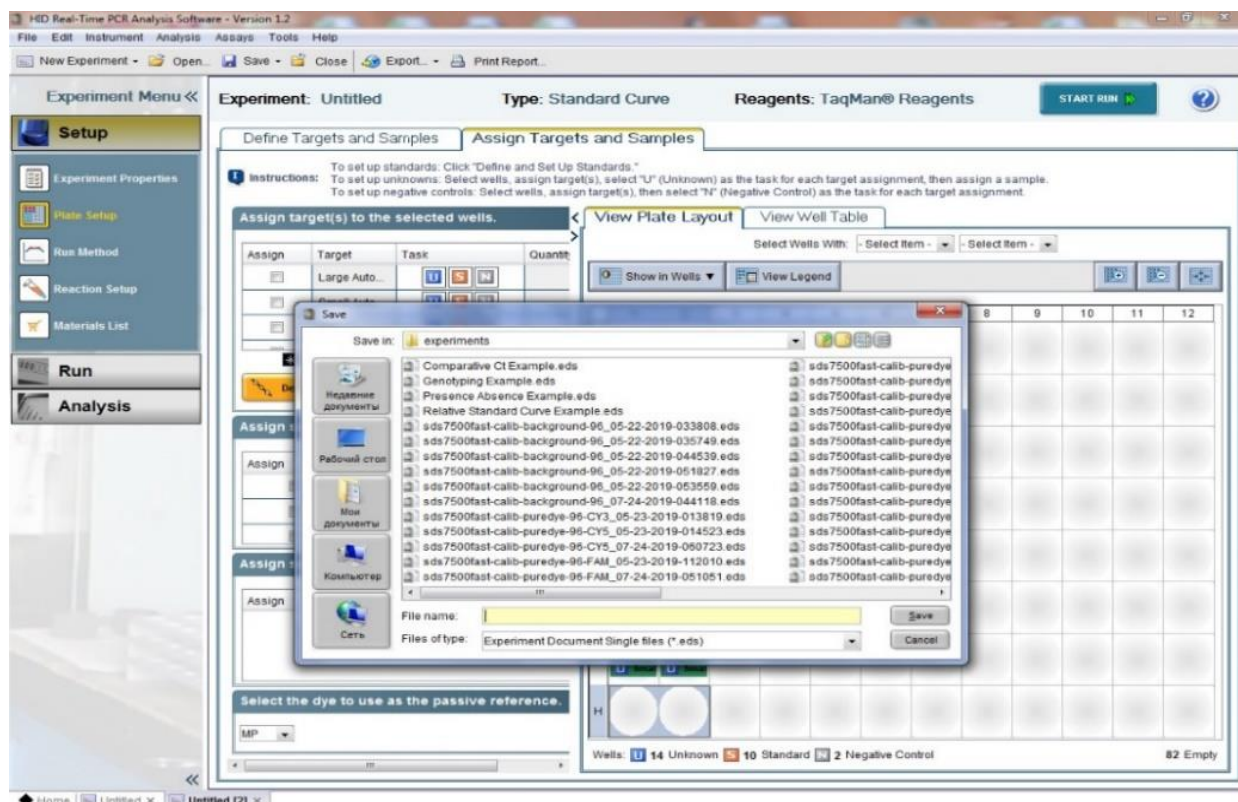

Рисунок 38
10. В появившемся окне выбрать папку для сохранения файла, присвоить ему название, нажать «**Save**» (рисунок 38). Прибор начнет работу.